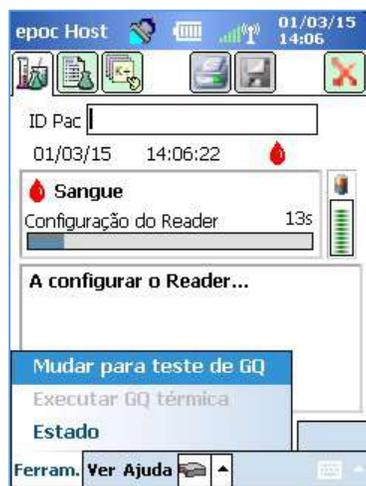

Fig. 14.
1. Inicie um teste de GQ seleccionando a opção **Executar teste de GQ** ou mude para o teste de GQ durante a execução de um teste sanguíneo (Fig.14).